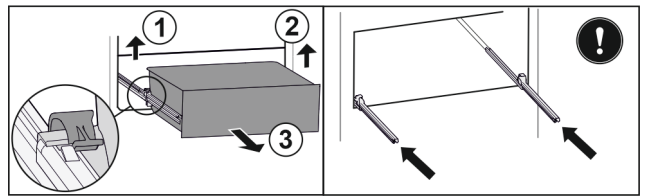

Fig. 38
- ▶ 提起左侧夹子，同时将抽屉左侧向前拉。 Fig. 38 (1)
- ▶ 提起右侧夹子，同时将抽屉右侧向前拉。 Fig. 38 (2)
- ▶ 朝前取出抽屉。 Fig. 38 (3)